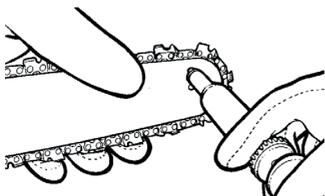

Рисунок 10
3. Используя шприц-масленку, вставьте нос иглы в отверстие для смазки и введите смазку, пока она не появится в наружном ребре конька наконечника цепного колеса (рис. 10).